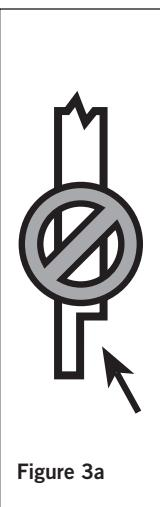

Figure 3a
**Important : Ne faites pas d'encoche dans les poteaux de traverse de 4x4 (figure 3a).** Cela réduira la force du poteau et pourrait mener à une défaillance ou l'écrasement des traverses.